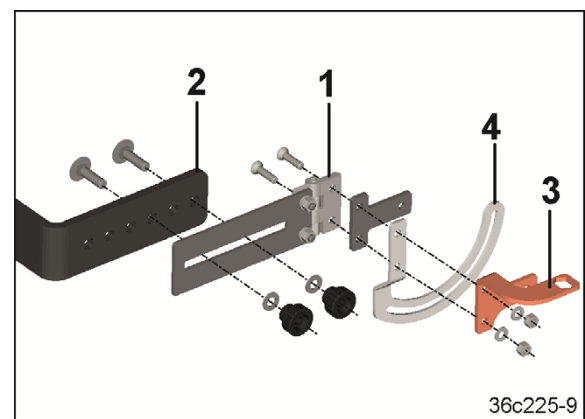

图 114
4. 将中间部分 (图 114/1) 与上连杆支架 (图 114/2)、悬臂 (图 114/3) 和连杆 (图 114/4) 一同旋紧在磁铁上。